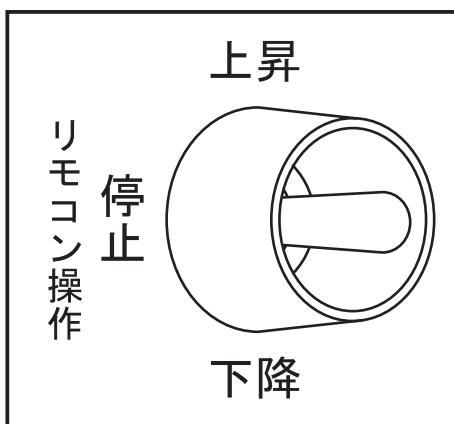

図 3
3. トグルスイッチが“停止・リモコン操作”の位置にあるか確認します。(図 3)